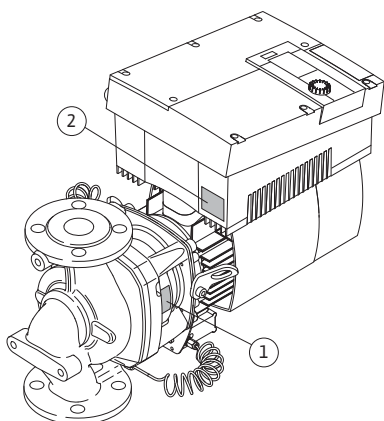

Fig. 11: Disposição das placas de identificação:
- A placa de identificação da bomba (Fig. 11, pos. 1) contém o número de série (Ser.-No.../...) que é necessário, p. ex., para encomendar peças de substituição.
- A placa de identificação do módulo eletrónico (módulo eletrónico = inversor ou conversor de frequência) (Fig. 11, pos. 2) indica a designação do módulo eletrónico utilizado.